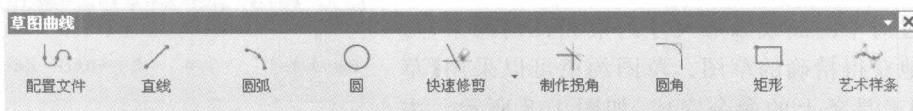
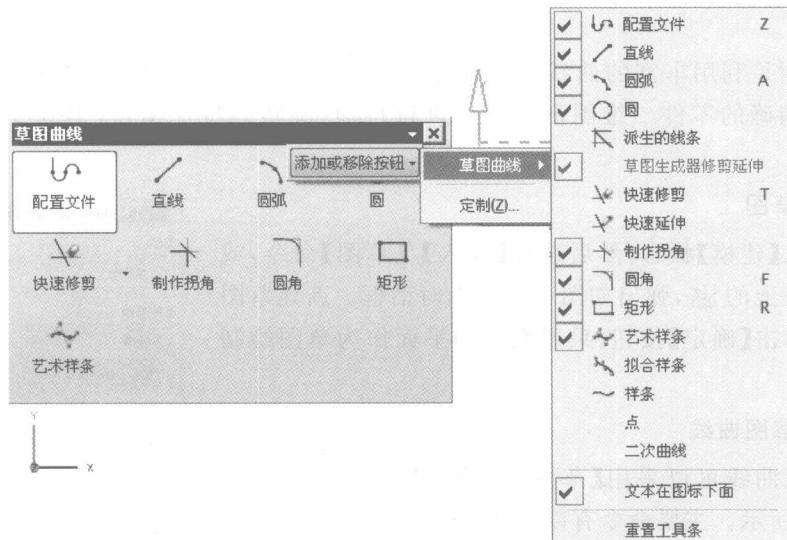

图 1.6
图 1.7
绘制草图曲线可以采用【草图曲线】工具条上的命令完成,如图 1.6 所示。主要命令有以下几种。
(3) 圆弧 ：可以是通过三点的圆弧，也可以是圆心和端点决定的圆弧，每种方法均可使用坐标值或参数。
(4) 圆 ：可以通过圆心和直径定圆或三点定圆，每种方法均可使用坐标值或参数。
(5) 快速修剪 ：将曲线修剪到任一方向上最近的实际交点或虚拟交点。通过按鼠标左键并进行拖动来修剪多条曲线，或者通过将光标移到要修剪的曲线上来预览 NX 将要修剪的曲线部分。如果修剪没有交点的曲线，则该曲线会被删除。
(6) 快速延伸 ：将曲线延伸到它与另一条曲线的实际交点或虚拟交点处。要延伸多条曲线，将光标拖到目标曲线上。要预览 NX 将要延伸的曲线部分，将光标移到该曲线上。该命令图 1.6 中没有列出，使用时可以添加进来，如图 1.7 所示。
(7) 制作拐角 ：通过将两条输入曲线延伸或修剪到一个交点处来制作拐角。如果创建自动判断的约束选项处于打开状态，NX 则会在交点处创建一个重合约束。
(8) 圆角 ：在两条或三条曲线之间创建一个圆角。
(9) 矩形 ：用于在草图平面上创建矩形。可以指定一个角度，然后创建不平行于 XC/YC 轴的矩形。矩形图标选项包括基于点、XY 坐标选项和参数的创建方法。
(10) 艺术样条 ：用点或极点动态创建样条曲线。
另外，在草图绘制状态下，选择【草图曲线】右面的下拉菜单，可以向该工具条添加或减少一些绘制曲线的命令，如图 1.7 所示。